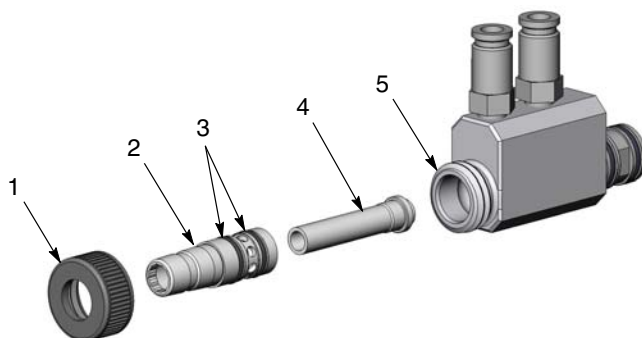

Bild 3 Demontering och installation av mynning
1. Se bild 3. Skruva loss och tag bort muttern (1).
2. Med en lätt vridande rörelse drar man ut mynningshållaren och mynningen (2, 4) ur pumphuset (5). Inspektera hållaren och de två ledande O-ringarna (3) av silikon som sitter på den, för ev. slitage eller skada. Byt ut slitna eller skadade delar.